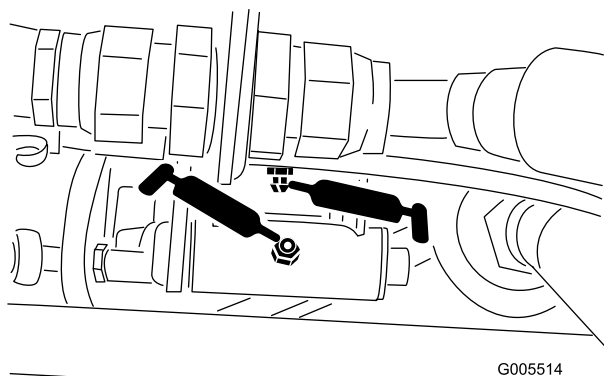

**Figura 37**
- Pedal de tracción (Figura 37)